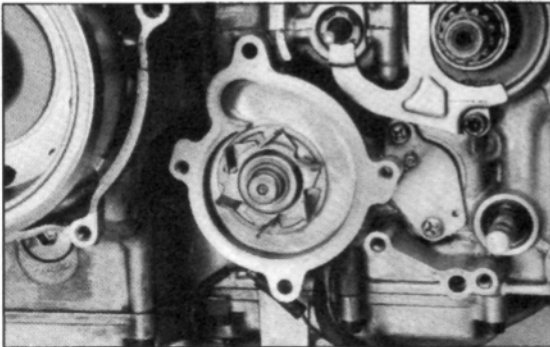

Bild 168
- Pumpengehäuse von Motorgehäuse abziehen, siehe Bild 168.